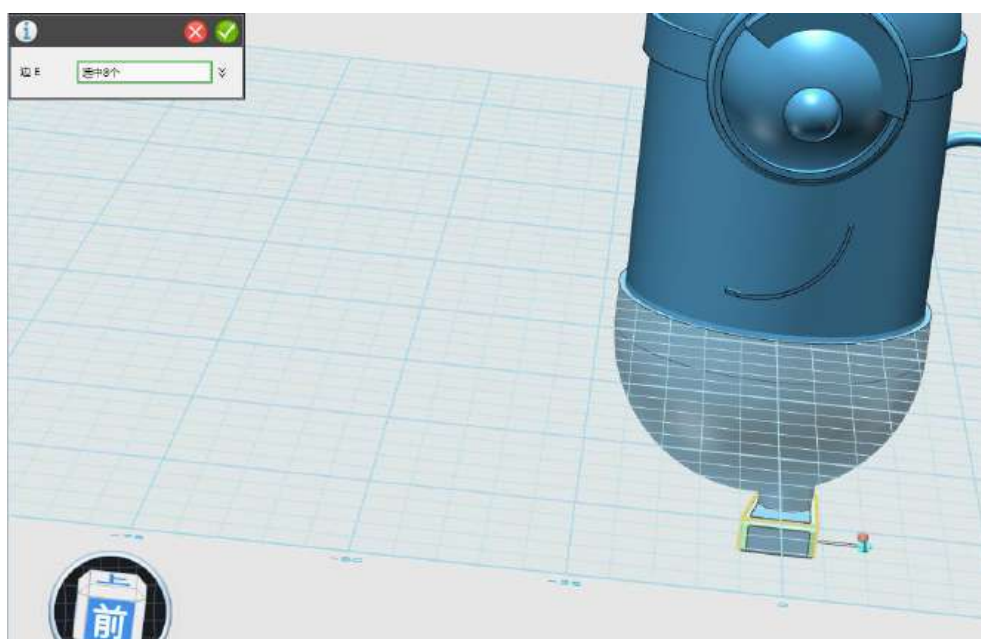

图 1-38
Step 38 选择圆角命令，对立体图形的四条竖着的边和上面的边进行圆角处理，圆角值为 1，如下图 1-38 所示：